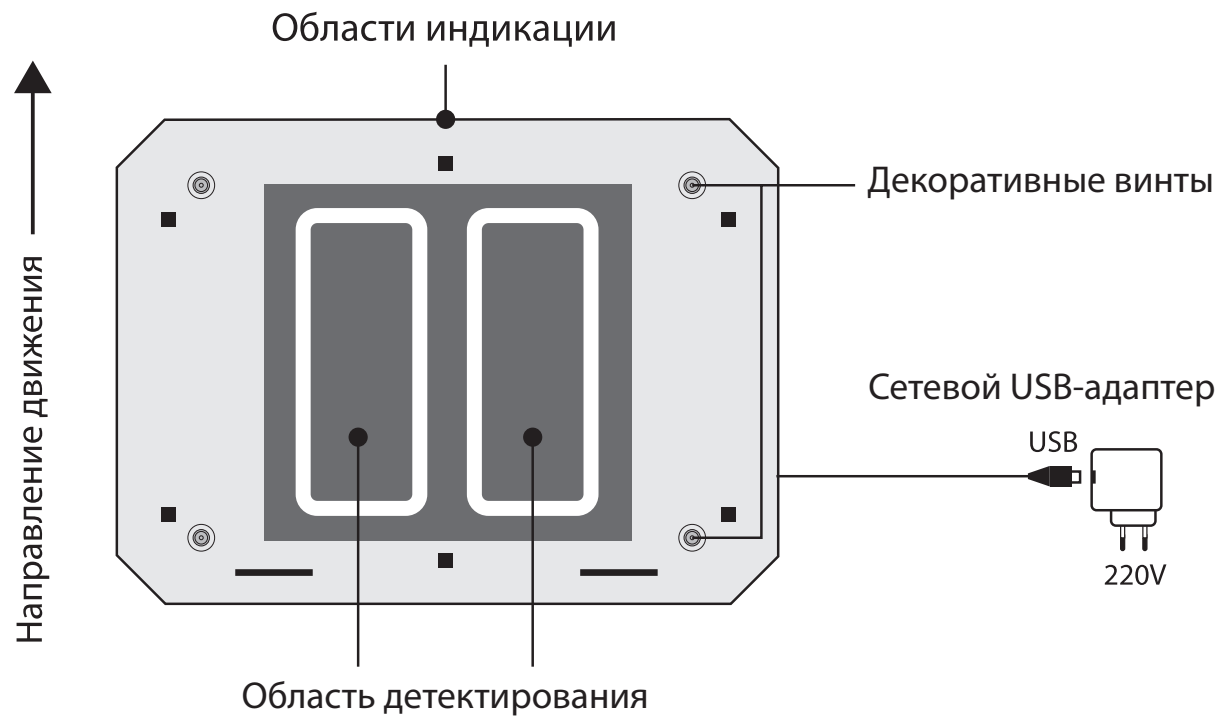

Рисунок 1. Общий вид контрольно-обувной платформы
Контрольно-обувная платформа выполнена в прозрачном корпусе на резиновых ножках, сверху защищенном прозрачной пластиной из поликарбоната, и содержит износостойчивую каменную вставку с обозначенными желтым контуром областями детектирования. Общий вид контрольно-обувной платформы приведен на рис.1.
- Удерживая платформу в вертикальном положении (на боку), отверткой вывернуть из корпуса декоративные винты (см. рис. 1), используя шлиц на резьбовой части винта.